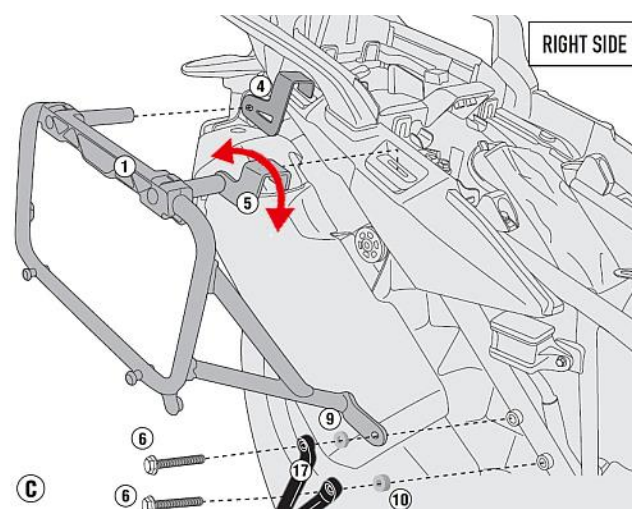

図4
10. 手順6と同様の手順で、脱落や傷付きに十分注意しながら、手順8で組み付けた⑬サポート（厚/右前側用）に①パニアホルダー（右）の上部前側（⑤ステー部）を仮組みします。（図4参照）
11. 引き続き脱落や傷付きに十分注意しながら、手順7と同様の手順で、純正タンデムステップホルダー（右）と一緒に①パニアホルダー（右）を車体に仮組みします。（図4参照）